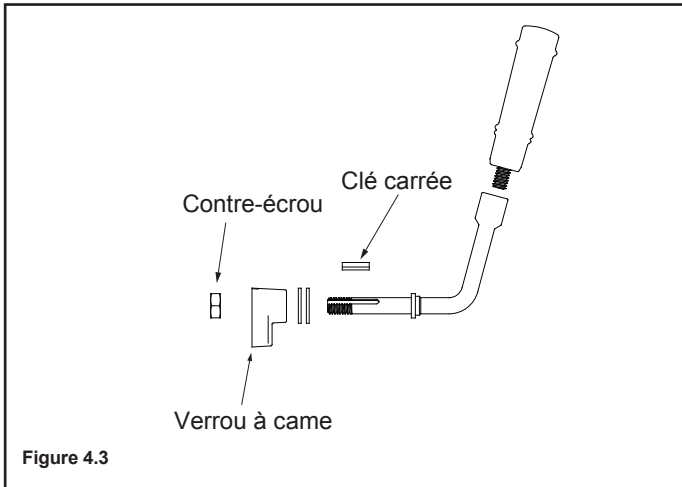

Figure 4.3
- Installez la ou les rondelles comme indiqué sur la figure 4.3.